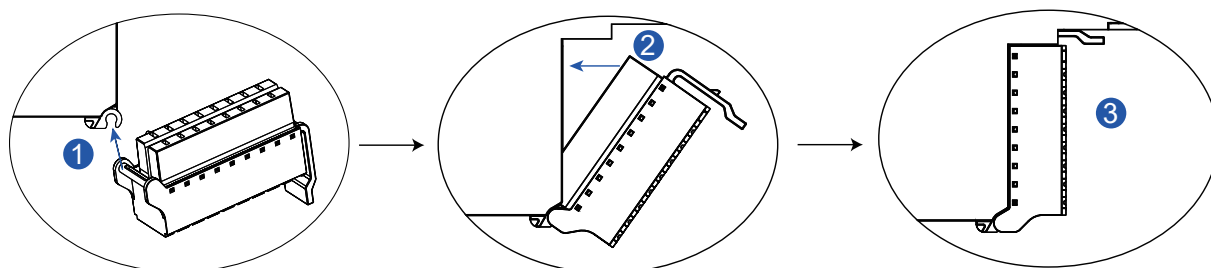

图 9-3 安装接线端子
2. 将接线端子下方的转轴对准 I/O 模块的凹槽，并将接线端子固定到凹槽内，如图 9-3 中 ① 所示；
3. 将接线端子以下侧为轴，沿图 9-3 中 ② 方向推动；
4. 听到“咔”的一声表示接线端子安装到位，如图 9-3 中 ③ 所示；
2. 如图 9-3 中 ① 所示，用手捏住弹扣用力向下压，待接线端子松动后，沿图 9-3 中 ② 所示方向将接线端子向外拉；
3. 沿图 9-3 中 ③ 所示方向分离接线端子和 I/O 模块；